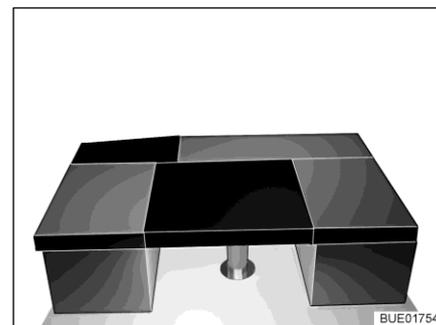

Fig. 153 Dopo la trasformazione
- Collocare il cuscino aggiuntivo rettangolare sul tavolo (tra i cuscini dei sedili dei divani, vedi Fig. 153).